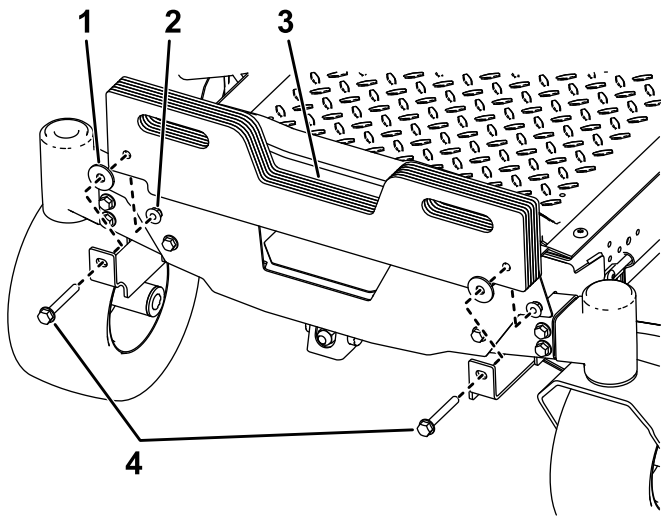

**Figure 4**
1. Fixez les supports de montage des masses sur le dessous du cadre au moyen de 2 boulons (3/8" x 1") et 2 contre-écrous (3/8"), comme montré à la Figure 4.